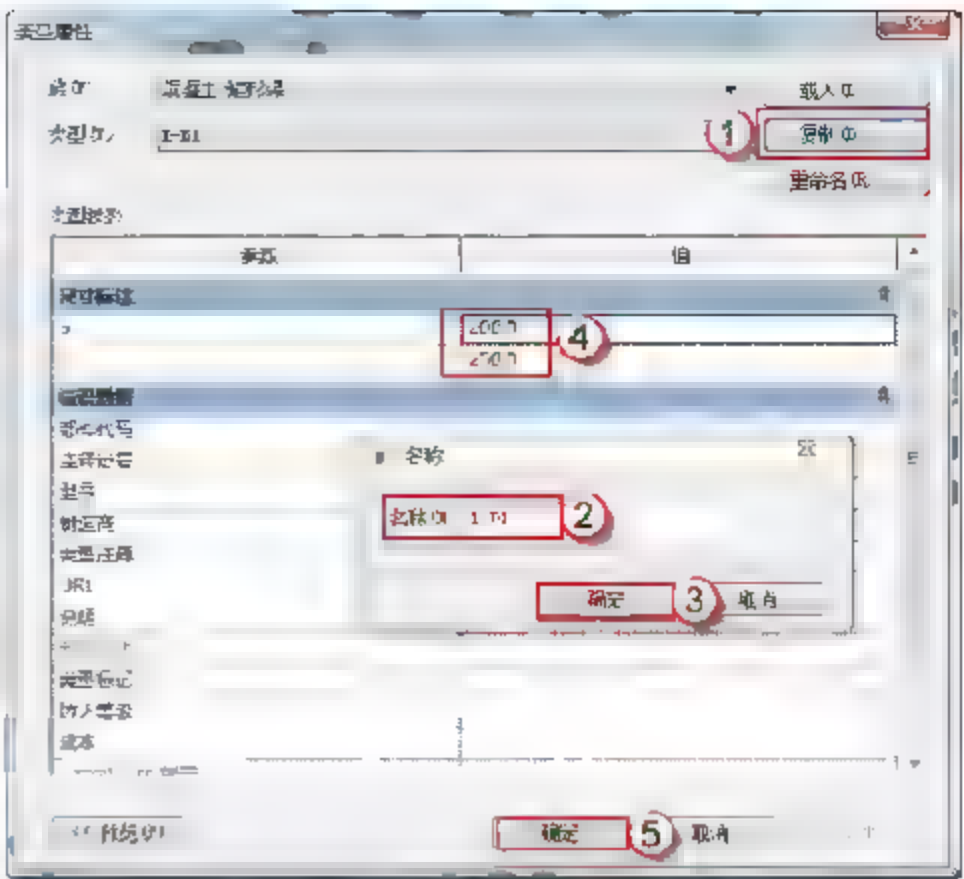

图 3.2.36 编辑 L-D1 信息
(16) 设置 L-D1。选择“结构”→“梁”→“编辑类型”命令，在弹出的“类型属性”对话框中，单击“复制”按钮，在弹出的对话框中输入 L-D1，单击“确定”按钮。在“尺寸标注”栏中输入 b、h 的尺寸，单击“确定”按钮，如图 3.2.36 所示。